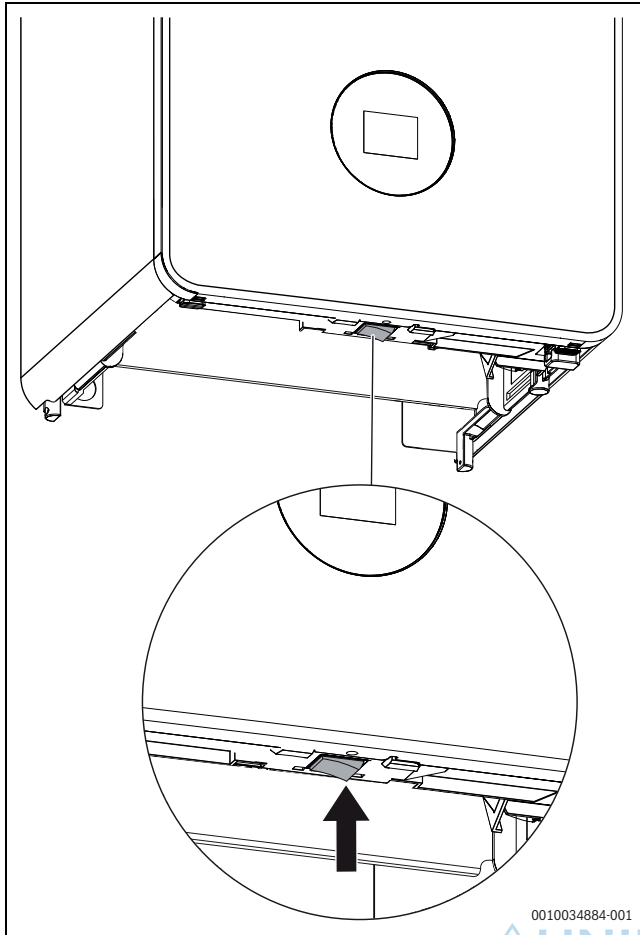

Bild 1 Schalter Ein/Aus
- Gerät am Schalter Ein/Aus (→ Bild 1, Seite 5) ausschalten.